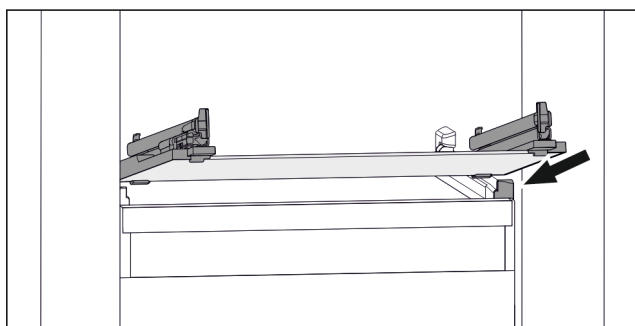

Fig. 109 Representación de la placa de vidrio a modo de ejemplo
- Coloque la placa de vidrio inclinada detrás de los topes. (consulte Fig. 109)